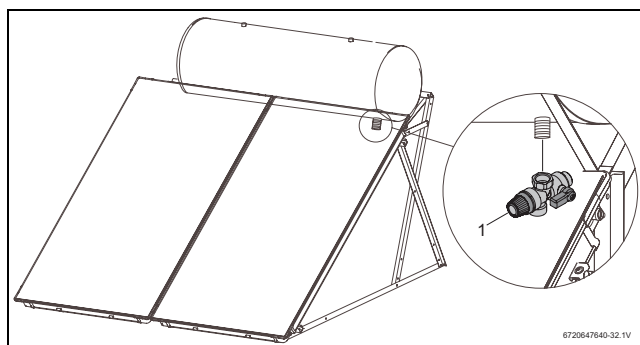

Fig. 65 Montar el grupo de seguridad
- ▶ Montar la válvula de seguridad 10 bar para el agua potable abajo a la derecha del acumulador (→ Fig. 65).
A causa de las diferencias de temperatura y por lo tanto de diferencias de presión a lo largo de un día puede salir agua de la válvula de seguridad (→ Fig. 65, [1]). Debe procurarse una evacuación adecuada del agua que sale.